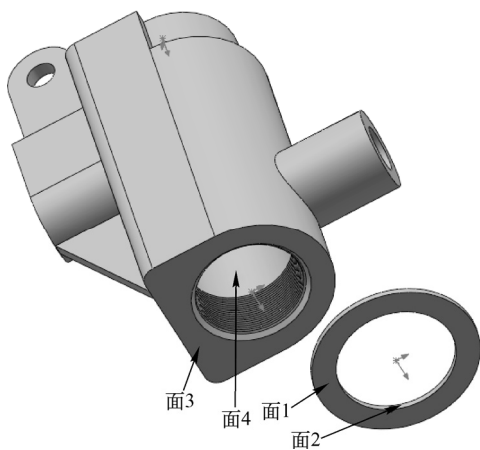
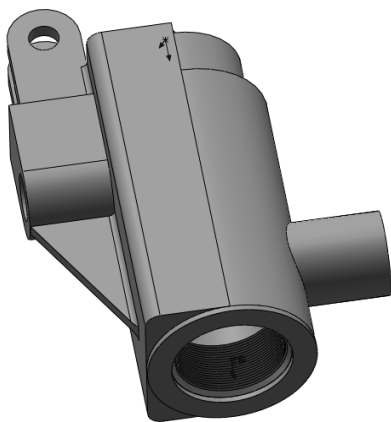

图 12-111 插入胶垫
图 12-112 装配胶垫
① 插入胶垫。单击“装配体”控制面板中的“插入零部件”按钮，在弹出的“打开”对话框中选择“胶垫”，将其插入到装配界面中适当位置，如图 12-111 所示。
② 添加装配关系。单击“装配体”控制面板中的“配合”按钮，选择图 12-111 中的面 2 和面 4，在“配合”属性管理器中单击“同轴心”按钮，添加“同心”关系；选择图 12-111 中的面 1 和面 3，在“配合”属性管理器中单击“重合”按钮，添加“重合”关系；单击“确定”按钮，完成阀体和胶垫的装配，如图 12-112 所示。